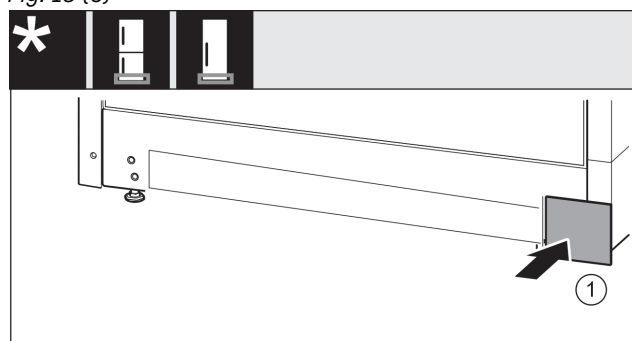

Fig. 19
- ▶ Osłonę założyć ponownie z drugiej strony. Fig. 19 (1)